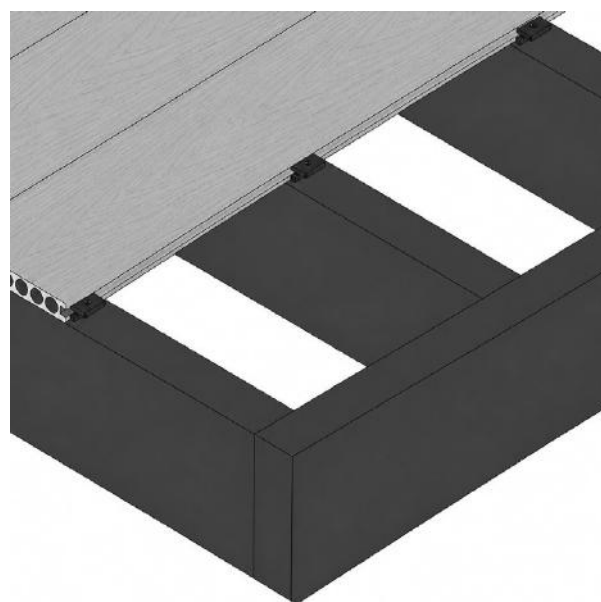

FIG. 7 - HERHAAL TOTDAT DE LAATSTE TWEE PLANKEN OVERLIPPEN
- 02 Herhaal stappen 2-5 totdat u de laatste 2 planken hebt bereikt (fig. 7). De laatste plank kan op 1 van 2 manieren worden bevestigd, beschreven in het volgende hoofdstuk.